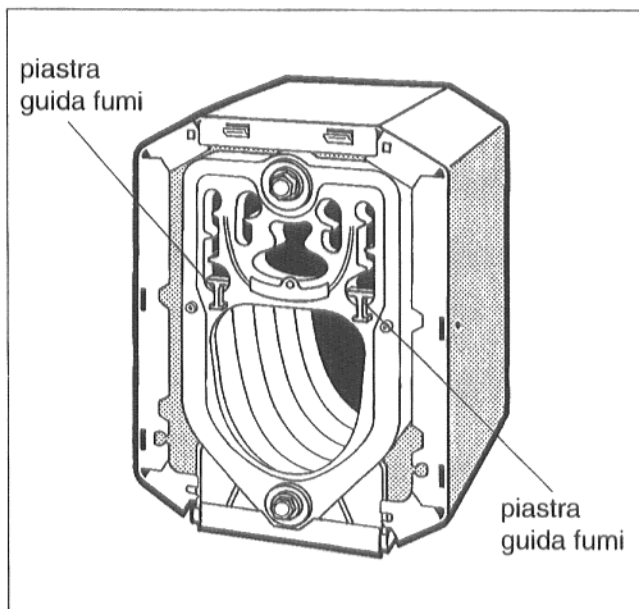

Fig. 31
- Alla prima messa in esercizio le piastre guida fumi devono trovarsi in posizione orizzontale (fig. 31).